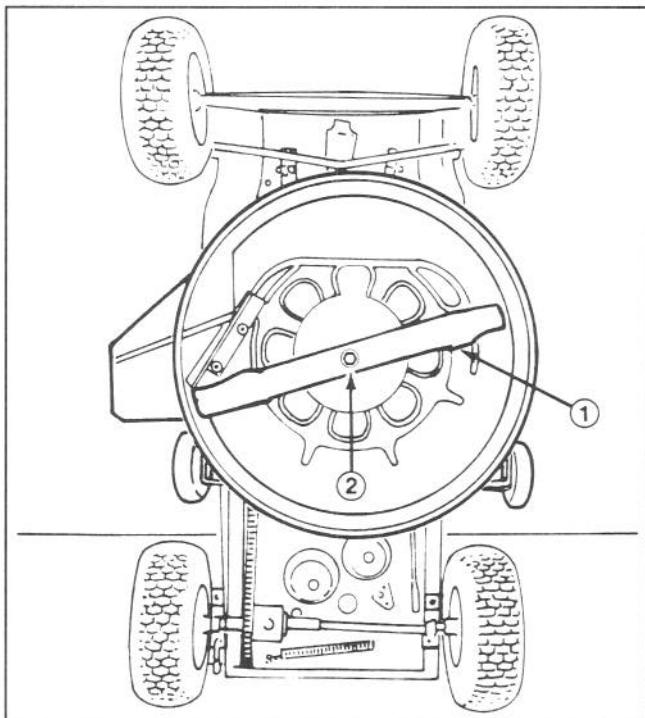

Figure 15
6. Saisir l'extrémité de la lame à l'aide d'un chiffon ou d'un gant épais. Puis enlever le boulon de la lame, la rondelle et la lame (Fig. 15).
**9.** Remettre l'un après l'autre, la lame, la rondelle et le boulon de la lame (Fig. 15). Serrer le boulon de 6,2 à 8,1 kg/m.
**6.** Enlever l'herbe coupée et les saletés qui adhèrent aux parois internes du carter de la tondeuse (Fig. 15), à l'aide d'un tuyau d'arrosage. Gratter toute herbe ou saleté que l'eau n'a pas éliminée, puis laver à nouveau le carter.
**7.** La machine étant debout, vérifier l'état de la lame (Fig. 15).